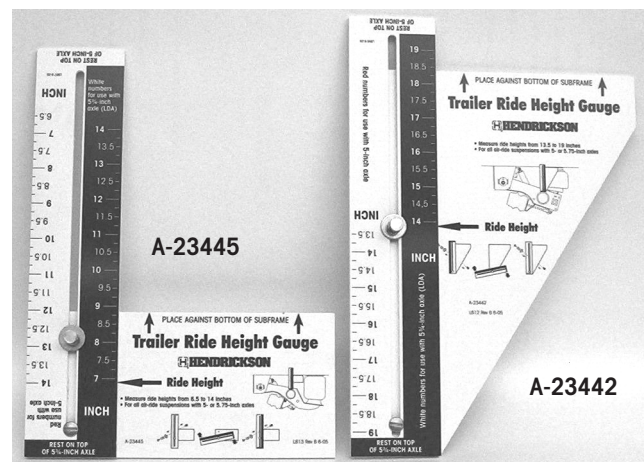

Figura 2. Escantillones de Altura de Manejo Hendrickson
1. Use el Escantillón de Altura de Manejo Hendrickson (Figura 2) para medir la distancia entre el eje y la superficie de montaje de la suspensión. El escantillón de altura de manejo funciona con ejes de 5 pulgadas y de diámetro mayor (LDA™). Solo asegúrese que esta usando la escala apropiada en el escantillón.